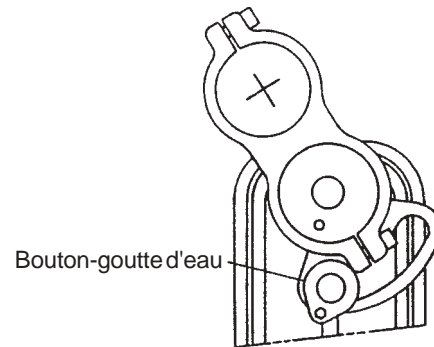
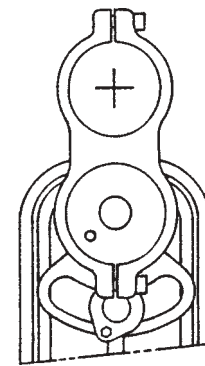

Figure 2
Figure 3
5. Lors du perçage de trous sur les bords de votre surface de travail, il peut être nécessaire de déplacer la pointe de la mèche de façon à rapprocher celle-ci du bord de la ventouse de l'appareil. A l'aide de la clé Allen de 5mm, desserrer le bouton-goutte d'eau, faire pivoter la perceuse vers l'endroit désiré et resserrer comme le montre la Figure 2. Lorsque les trous ont été percés, repositionner la pointe de la mèche sur l'axe central comme le montre la Figure 3. Ceci est la position optimale pour procurer une adhérence maximum à la surface de travail.